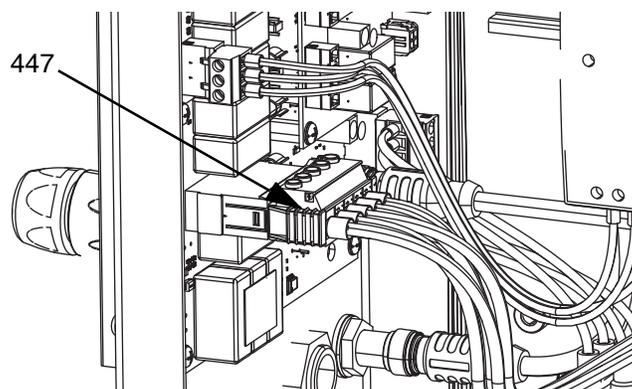

FIG. 17
9. Connectez le câble CAN fourni avec le module d'expansion au passe-cloison 2 (B2) dans l'AMZ 1 dans le boîtier de contrôle du chauffage (S).
10. Connectez le faisceau de câbles (479) du module d'expansion à l'AMZ 1 comme illustré à la FIG. 17.